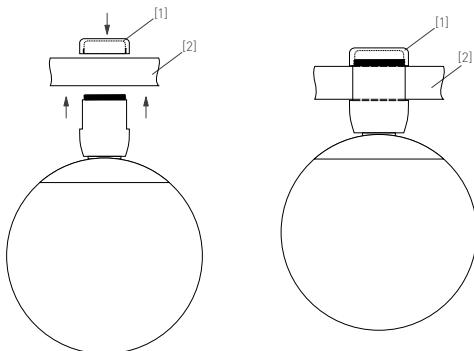

Рис. 2. Установка светильника
- 3.2. Устройство крепления выполнено в виде завинчивающегося фиксатора с правой резьбой, который накручивается на верхнюю часть корпуса светильника. Открутите верхнюю часть фиксатора [1] у светильника, тем самым освободив установочное пространство. Установите светильник в необходимом месте шинопровода [2] и зафиксируйте его, закрутив верхнюю часть фиксатора светильника, как показано на рис. 2. Правильно установленный светильник будет удерживаться в шинопроводе при помощи до конца закрученного фиксатора [1].